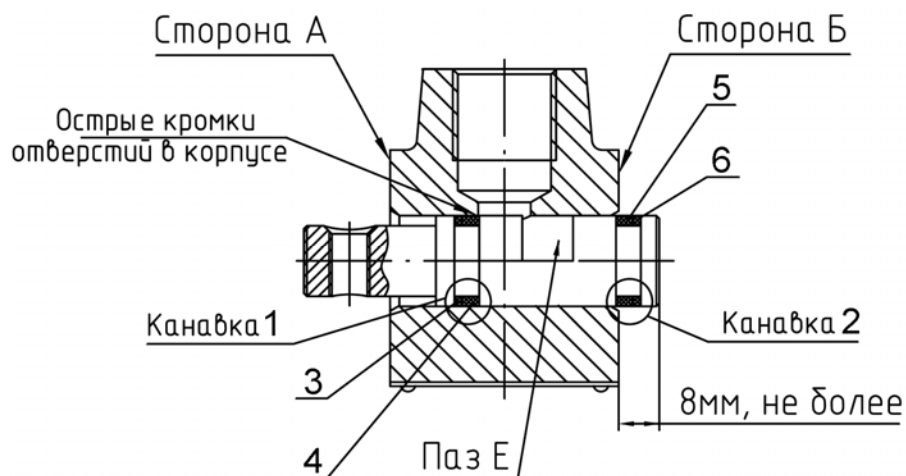

Рисунок 7.8
- а) переместите золотник 5 (рисунок 7.8) в сторону «Б» **на 7...8 мм, не более!** (во избежание среза колец 3 и 4 об острые кромки трёх внутренних отверстий в корпусе);